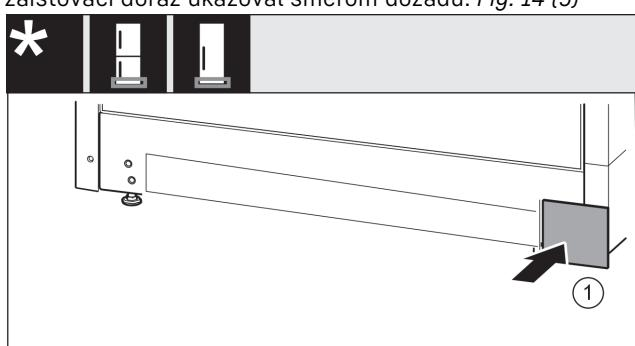

Fig. 15
- ▶ Kryt opäť nasadte na druhú stranu. Fig. 15 (1)